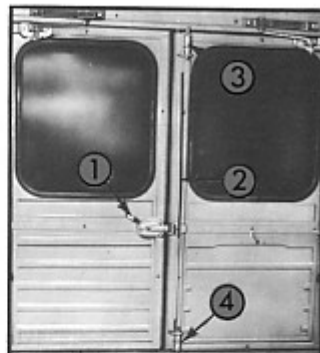

Fig. 5 - Sportelli posteriori (interno)
- Apertura : ruotare la maniglia (rif. 1) in senso antiorario per poter sbloccare lo sportello destro; poi, dall'interno, tirare il cavo (rif. 2 - fig. 5) per aprire anche lo sportello sinistro.
(Fig. 5)